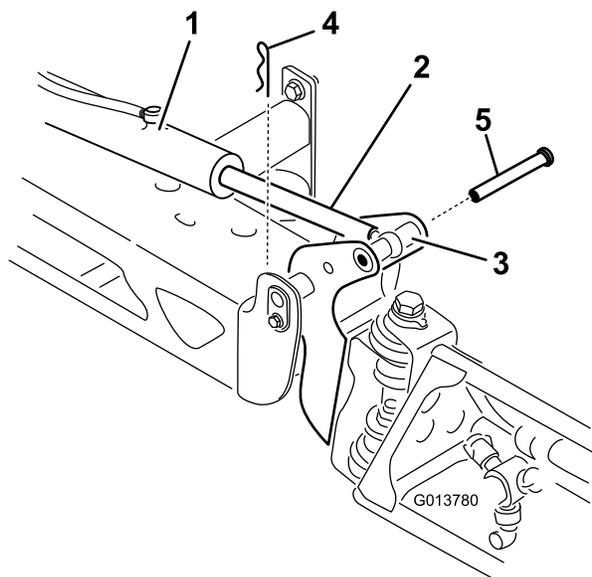

图13
2. 从枢轴销**图13**上拆下开口销。
3. 向上提起喷洒臂拆下柱销**图13**然后将喷洒臂慢慢放到地面上。
8. 提升喷洒臂使其枢轴对准提升器杆。支撑住喷洒臂将柱销插入喷洒臂枢轴和提升器杆**图13**。